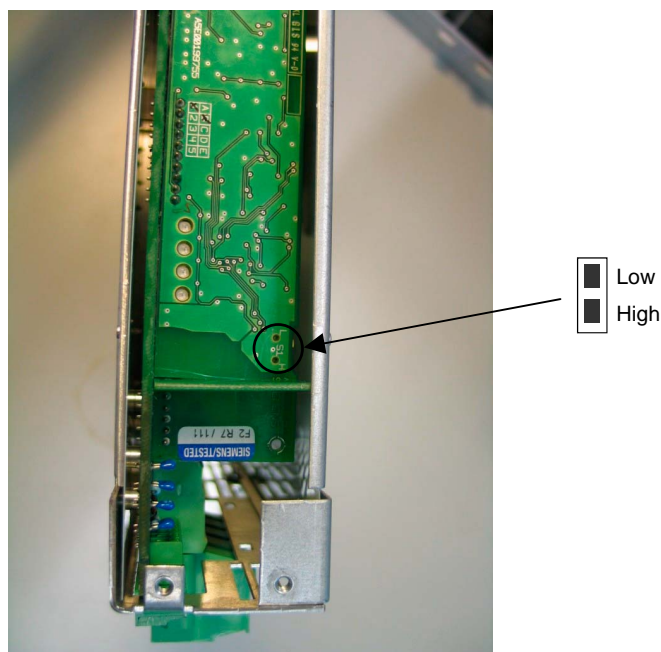

Fig. 6-2 Selettore S1 per la soglia di intervento delle unità di frenatura 5 – 50 kW
- ◆ Commutare il selettore S1 con utensile adatto, p.e. piccolo cacciavite (Fig. 6-2).